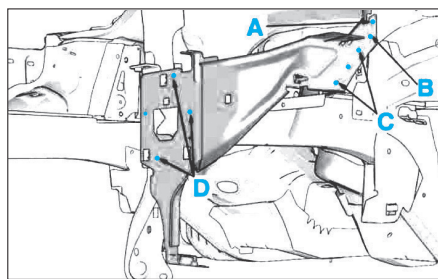

FIG. 1
- Dépointer aux endroits indiqués A, B, C et D (Fig.1).